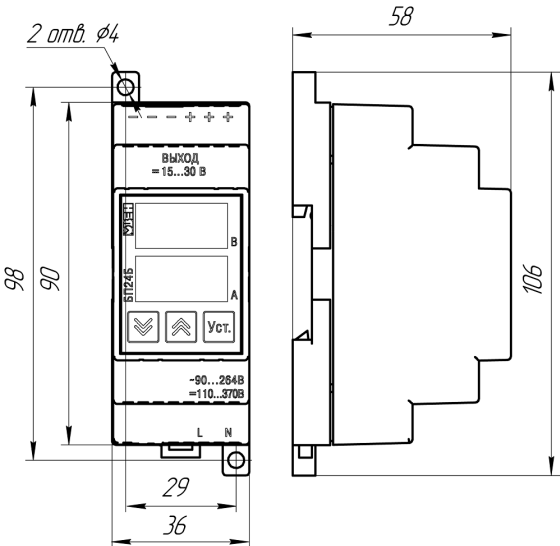

Рисунок 6 – Внешний вид, габаритные и установочные размеры прибора
1. Убедиться в наличии свободного пространства для подключения прибора и прокладки проводов (см. *рисунок 6*). Подготовить место на DIN-рейке.
1. Убедиться в наличии свободного пространства для подключения прибора и прокладки проводов (см. *рисунок 6*).